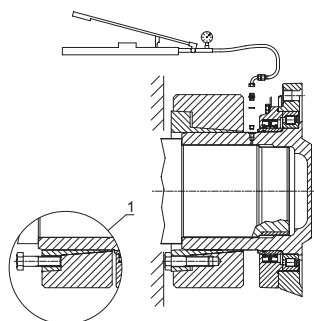
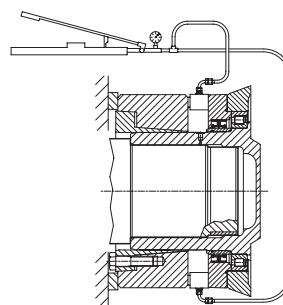

Fig. 5
Fig. 6
- 2) Dans le cas où les bagues ne se sépareraient pas spontanément après avoir desserré les vis, en déplacer quelques-unes dans les trous d'extraction de la bague intérieure (Fig.5 détail 1) et en les vissant, séparer cette dernière de la bague extérieure.
- 3) Faire coulisser l'accouplement axialement comme indiqué en fig.5 pour utiliser l'orifice G 1/8" qui permet le remplissage d'huile sous pression (1000 bar maximum), afin de faciliter le démontage du réducteur de l'arbre de la machine. Si le réducteur ne se libère pas avec la méthode décrite plus haut, car l'accouplement de l'arbre ne garantit pas la tenue de la pression, il sera alors possible d'agir comme représenté en fig. 6. Si l'espace à disposition le permet, utiliser deux pous-seurs hydrauliques pour faire réaction sur les 2 bossages à 180° qui se situent sur le couvercle porte-joints, sans toutefois dépasser les charges axiales suivantes.
- 2) Si a pesar de haber aflojado los tornillos los anillos no se separan, hay que transferir algunos tornillos a los agujeros de extracción del anillo interior (Fig. 5, 1) y separar el anillo interior del exterior al atornillarlos.
- 3) Hacer que el empalme se desplace en dirección axial (Fig. 5) y aprovechar el agujero de 1/8" G por el que entra aceite a presión (máx. 1000 bar) para separar al reductor del eje. Si con este método el reductor no se libera porque el acoplamiento del eje no asegura que se mantenga la presión, hay que proceder como se describe en la Fig. 6. Si el espacio disponible lo permite, hay que hacer reacción con los empujadores hidráulicos en 2 remaches de la tapa portaguarniciones situados a 180° en sin sobrepasar las siguientes cargas axiales.
- 3) Deslizar a junta axialmente como mostrado na Fig. 5 para permitir a utilização do furo G 1/8", que permite a entrada de óleo sob pressão (máx. 1000 bar) para facilitar a desmontagem do redutor do eixo da máquina. Se com esse método o redutor não se liberar, desde que o acoplamento do eixo não assegure a manutenção da pressão, será possível agir, se o espaço o permitir, no modo representado na fig. 6, utilizando empuradores hidráulicos, fazendo reação nos 2 pinos a 180° que se encontram na tampa porta-retentores, prestando atenção para não superar as seguintes cargas axiais.